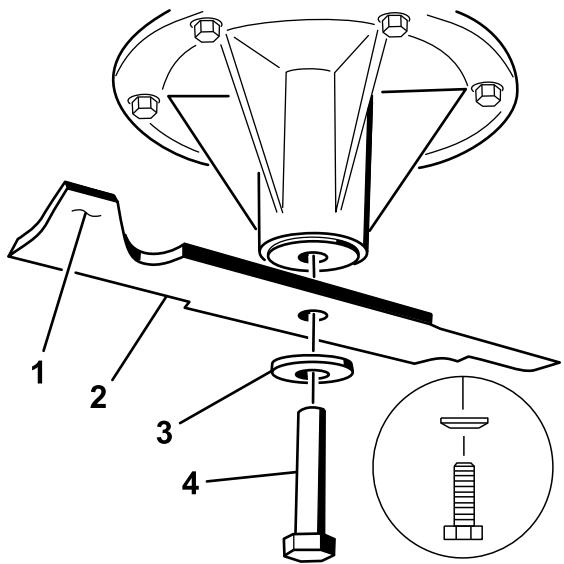

Figura 94
1. Instale la cuchilla en el eje (Figura 94).
2. Instale la arandela de muelle y el perno de la cuchilla. El cono de la arandela de muelle debe estar orientado hacia la cabeza del perno (Figura 94). Apriete el perno de la cuchilla a 115–149 Nm.